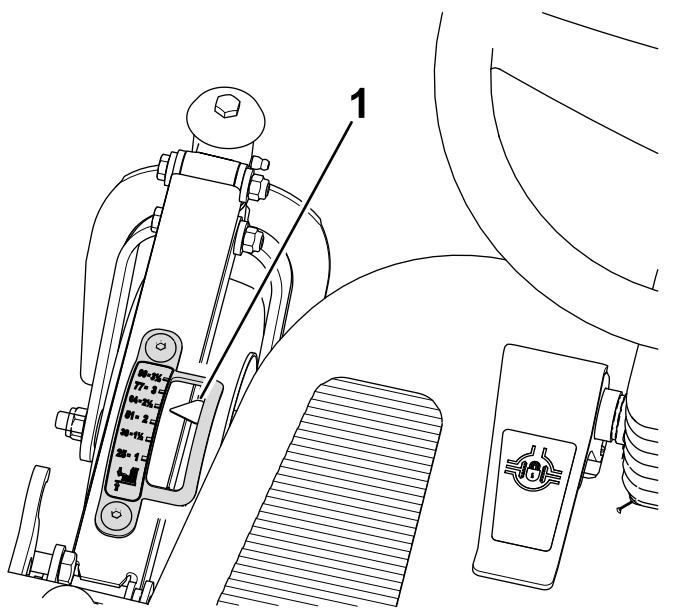

Figura 101
1. Ajuste a altura de corte para a posição de 64 mm (Figura 101).